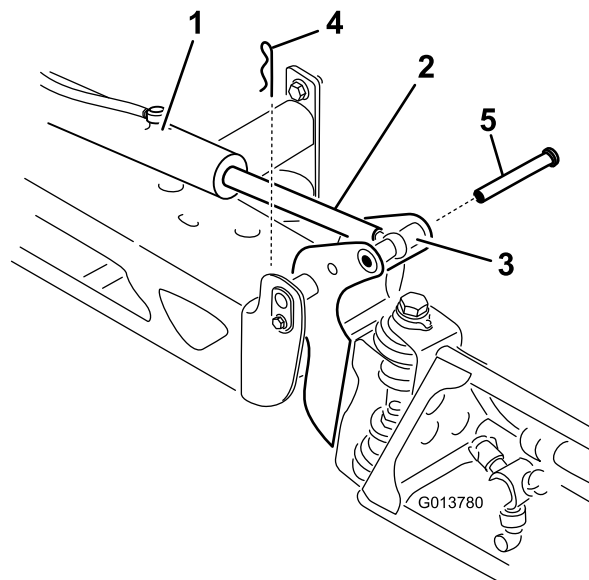

Figura 92
2. Retire el pasador de horquilla del pasador de giro (Figura 92).
3. Eleve el brazo, retire el pasador (Figura 92) y baje lentamente el brazo al suelo.
9. Sujetando el brazo, introduzca el pasador a través del pivote del brazo y del émbolo del actuador (Figura 92).